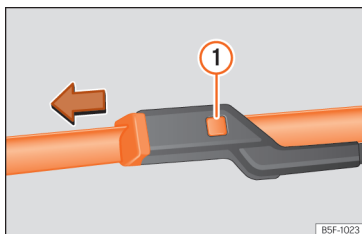

Abb. 63 Scheibenwischerblätter der Frontscheibe auswechseln.
- Entriegelungstaste » **Abb. 63**  gedrückt halten und leicht das Scheibenwischerblatt in Pfeilrichtung abziehen.